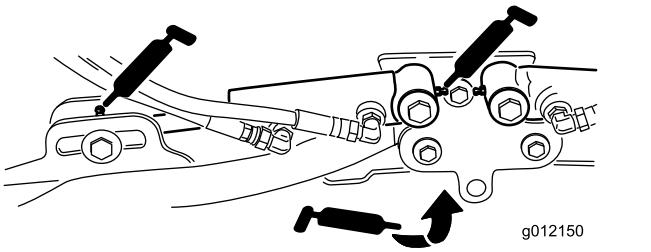

Bild 102
- Hubarmzylinder des Mähwerks (2) (Bild 102)
- Hubarmgelenke (1) (Bild 102)